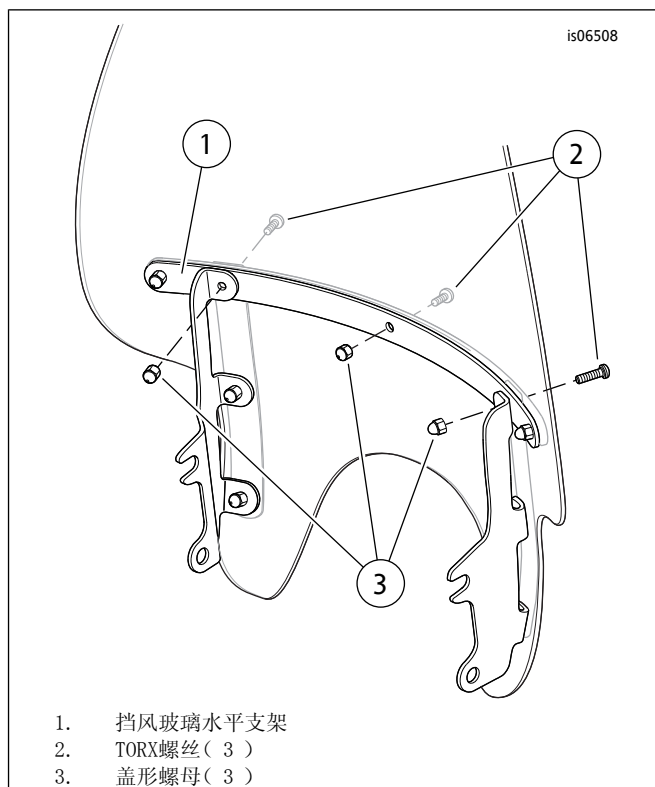

图3。拆卸挡风玻璃上部紧固件(典型)
- 参见图3。将盖形螺母(3)保留在后侧, 拆下固定挡风玻璃水平支架(1)的三个最内侧的TORX螺丝(2)。保留盖形螺母以便安装。螺丝可以丢弃。